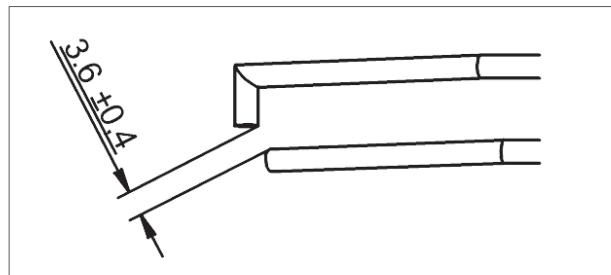

Abbildung 27 - Abstand zwischen den beiden Elektroden
- b. Der Abstand zwischen den beiden Elektroden muss $3,6 (\pm 0,4)$ mm (Abb. 27) betragen.